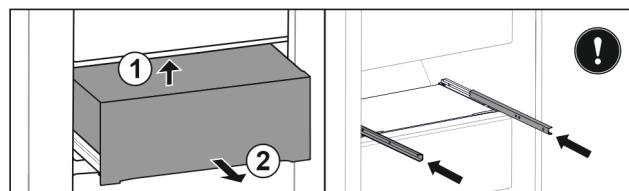

Fig. 41
- Поднимите выдвижной ящик сзади снизу Fig. 41 (1).
- Извлеките движением вперед Fig. 41 (2).